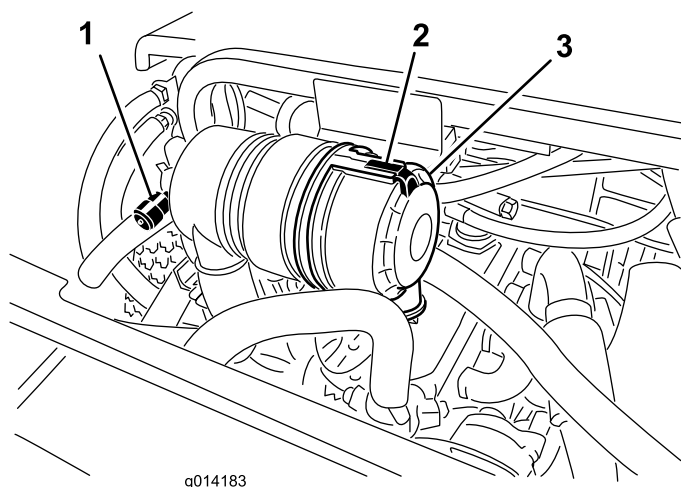

図 43
エアクリーナの整備はインジケータ（図 43）が赤色になってから行ってください。早めに整備を行っても意味がありません。むしろフィルタを外したときにエンジン内部に異物を入れてしまう危険が大きくなります。
1. エアクリーナのカバーをボディーに固定しているラッチを外す（図 43）。